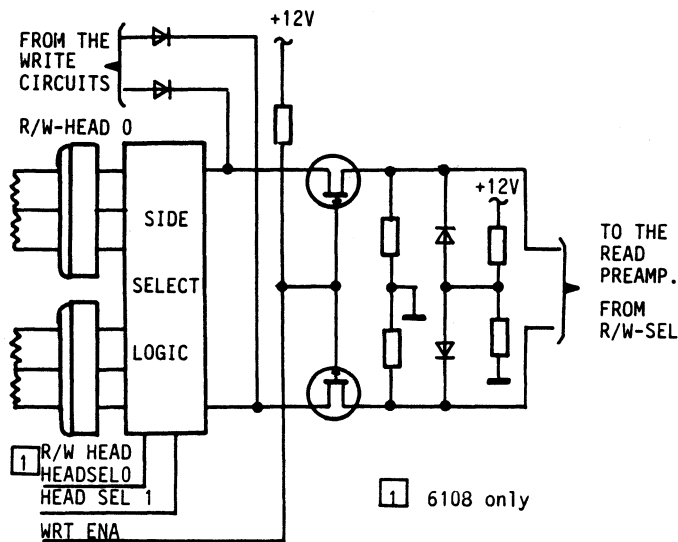

FIGURE 2 - 42 : READ/WRITE SELECT LOGIC
2.3.15.3. READ AMPLIFIERS AND FILTER NETWORK (FIG. 2 - 43)